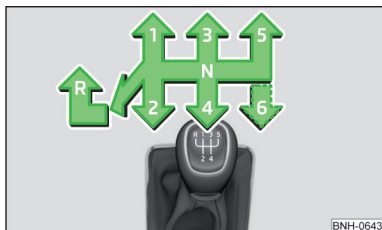

Fig. 188
Pe schimbătorul de viteze este reprezentată schema de selectare pentru pozițiile individuale ale treptelor de viteză » fig. 188.
- Apăsăți maneta schimbătorului de viteze în jos, complet spre stânga și apoi spre înainte, în poziția **R** » fig. 188.